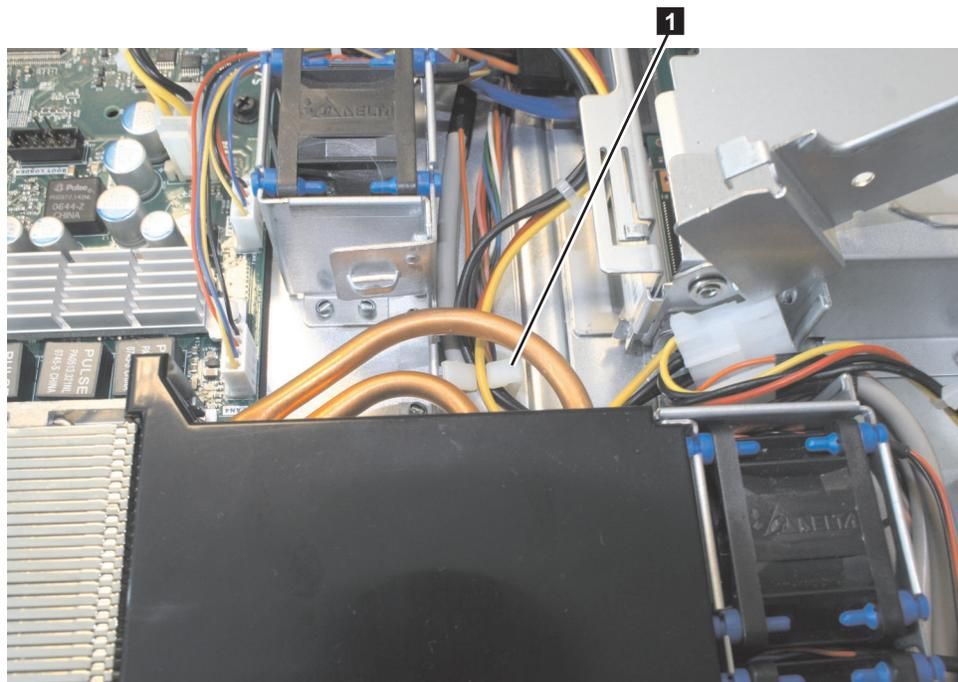

図 157. SAN ボリューム・コントローラー 2145-8A4 電源機構ケーブルの保持クリップ
6. P5 コネクターの付いた電源機構ケーブルを CD/DVD インターフェース・カードに配線し、図 157 に示すように、シャーシ上の保持クリップ **1** の下に固定します。